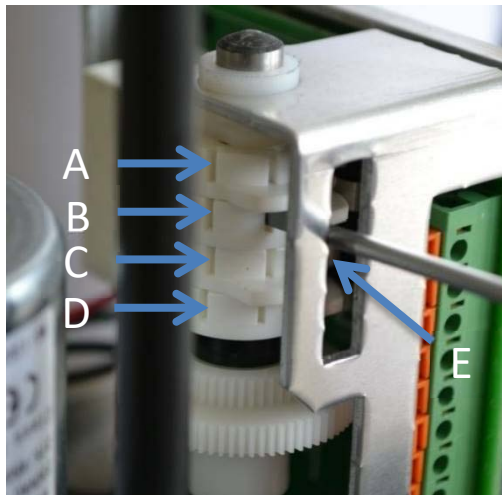

Figure 9: Réglage des cames de commutation pour les interrupteurs de position
- Tourner la came de l'interrupteur de fin de course FERMETURE (figure 9, Pos. D) avec un tournevis approprié (largeur de lame 4 mm) dans le sens des aiguilles d'une montre jusqu'à ce que vous entendiez le micro-interrupteur s'enclencher.
- Tourner la came de l'interrupteur de fin de course OUVERT (figure 9, Pos. C) à l'aide d'un tournevis approprié (largeur de lame 4 mm) dans le sens inverse des aiguilles d'une montre jusqu'à ce que l'on entende le micro-interrupteur s'enclencher.
Utilisez le pont (figure 9, Pos. E) comme support pour le tournevis lors du réglage des cames.
- Tourner la came de l'interrupteur de fin de course FERMETURE (Figure 9, Pos. B) avec un tournevis approprié (largeur de lame 4 mm) dans le sens des aiguilles d'une montre jusqu'à ce que l'on entende le micro interrupteur s'enclencher.
- Tourner la came de l'interrupteur de fin de course OUVERT (Figure 9, Pos. A) à l'aide d'un tournevis approprié (largeur de lame 4 mm) dans le sens inverse des aiguilles d'une montre jusqu'à ce que l'on entende le micro-interrupteur s'enclencher.